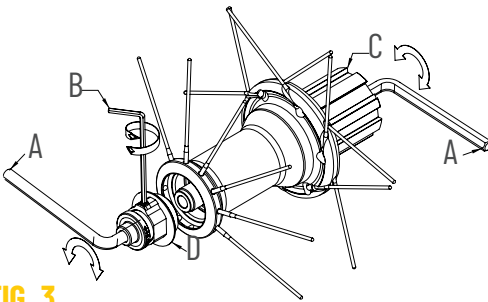

FIG. 3
- Inserite il perno nel corpo del mozzo facendo molta attenzione al corretto posizionamento dei cricchetti, e bloccate lo scontro mobile con coppia di chiusura pari a 15 Nm (Fig. 3).
- Allentate il grano (E) con una chiave a brugola da 2mm (B) (Fig. 3).
- Richiudete il grano (E).